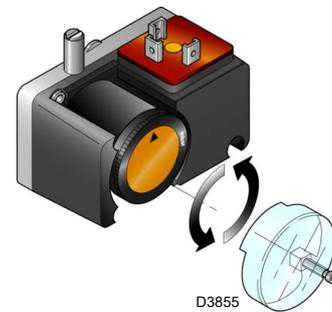

图 33
- ▶ 如果装有燃气泄漏检测装置（PVP 组件）（图 33 页 28），应根据组件本身提供的说明调整其压力开关。
如果装有燃气泄漏检测控制装置（PVP 组件）（图 33），应根据组件本身提供的说明调整其压力开关。